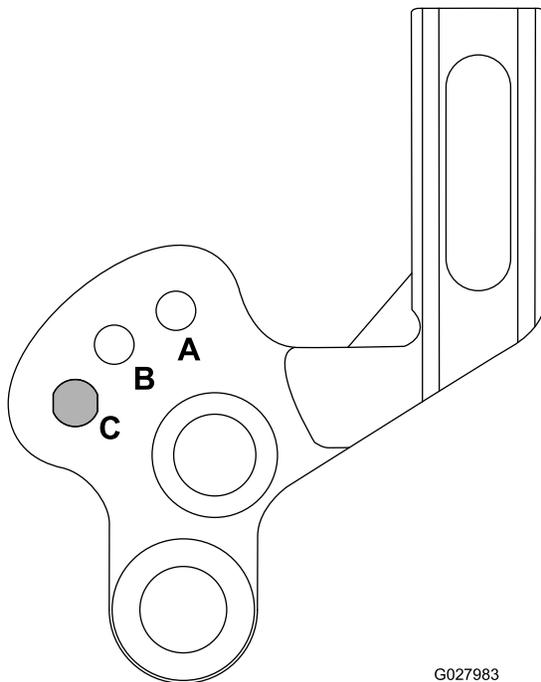

Figura 19
- B. Rode os braços para cima ou para baixo para a posição A ou B (Figura 19).
para a sua posição de transporte como se mostra na Figura 19.